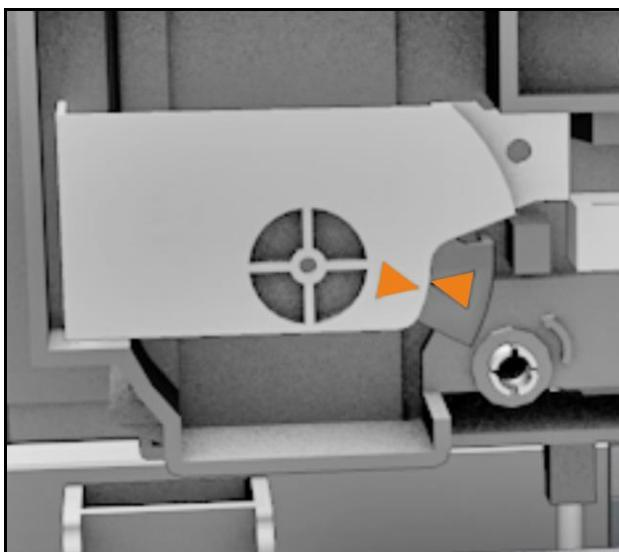

Figura 160 Unidade de limpeza destrancada
**6** Utilizando uma chave de parafusos e através do sistema de destrancamento da cabeça de impressão (B), girar esta cabeça (A) 90° no sentido anti-horário para a posição de destrancamento (consulte Figura 160).